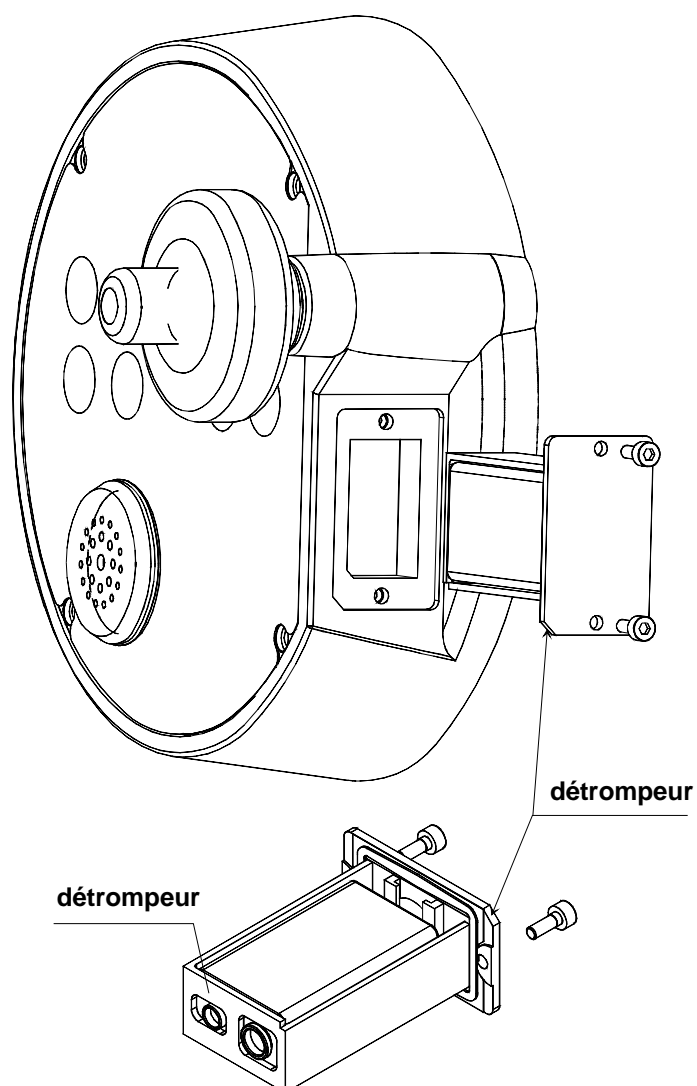

Figure 8-4
- Enlever les 2 vis du porte-pile en utilisant la clé hexagonale de 2,5 mm qui se trouve dans la caisse de l'appareil. Voir Figure 8-4.
- Changer la pile (un seul sens possible). Voir Figure 8-4. **N'utilisez que la pile approuvée.**